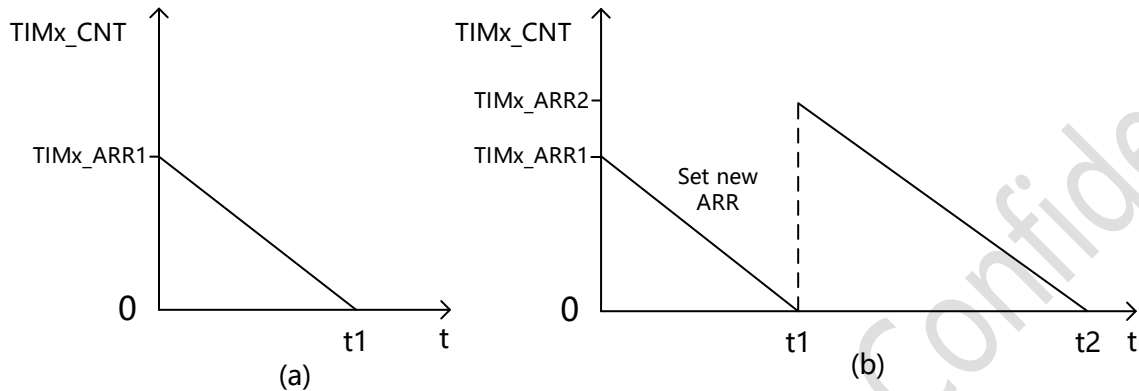

图 11-2 (a)单次计数模式, (b)周期计数模式
- 自动装载值寄存器(TIMx_ARR)在计数过程中可以被修改, 但直到下一个计数周期才会正式生效。如图 11-2(b)所示, 如果在 0-t1 之间的某个时刻设置新的装载值, 那么直到 t1 时刻才会将其赋值给计数器。